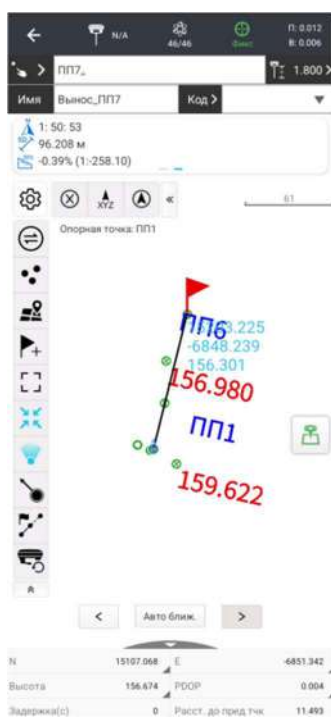

Рисунок 4.6.10
■ Нажатием кнопок  и  можете центрировать и ориентировать экран выноса по вашему текущему местоположению и направлению движения соответственно (Рисунок 4.6.10).
1. При нажатии кнопки  (Рисунок 4.6.10) будет выполнен переход в меню **Выноса со смещением** (Рисунок 4.6.11).